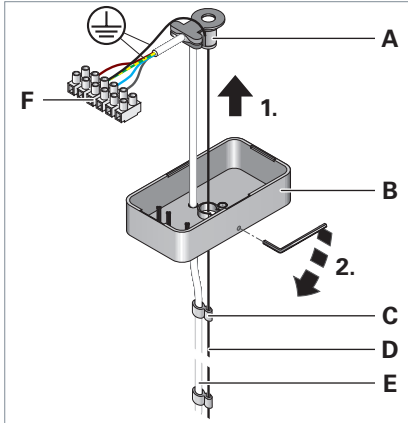

Fig. 8: Monter le pavillon.
- ▶ Poussez le pavillon **B** le long du câble métallique **D** et le long du câble de raccordement **E** vers le haut, voir Fig. 8.